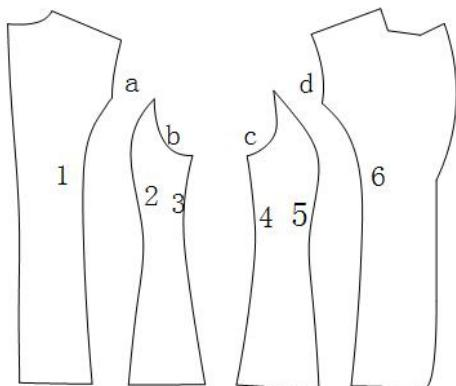
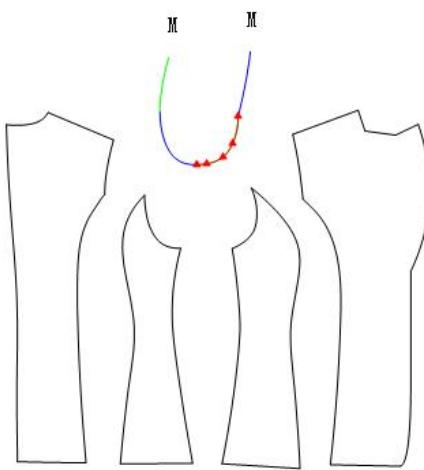

图 1
图 2
2. 如图 1，用鼠标左键依次点选或框选要圆顺处理的曲线 a、b、c、d，击右键；
3. 如图 2，再依次点选或框选与曲线连接的线 1 线 2、线 3 线 4、线 5 线 6，击右键，可将拼接好的线移出调整。
**【选择翻转组】**如下图 1，前后浪为同边时，则勾选此选项再选线，线会自动翻转，如图 2；